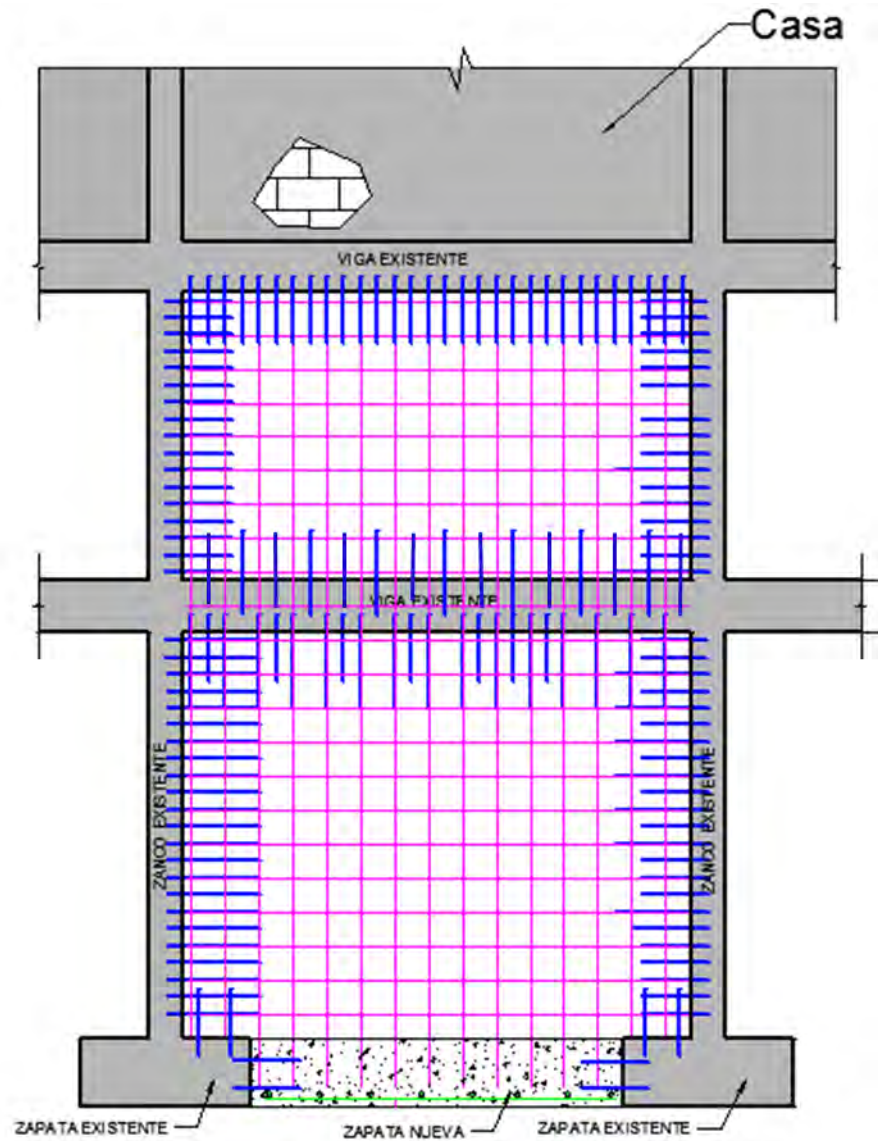

Figura 18. Instalación de Dowels y Refuerzo Vertical / Horizontal con una Viga a Media Altura
3. tanto por la parte superior e inferior de la viga intermedia pero en esta ocasión los *dowels* deben estar separados 12 pulgadas, según se ilustra en la Figura 18.
Al completar esta sección la zona de trabajo debe lucir como se muestra en la Figura 18. Pase ahora a la sección 3.1.5 (página 19).
la separación de los *dowels* será de 12 pulgadas en lugar de 6 pulgadas, según se muestra en la Figura 18.